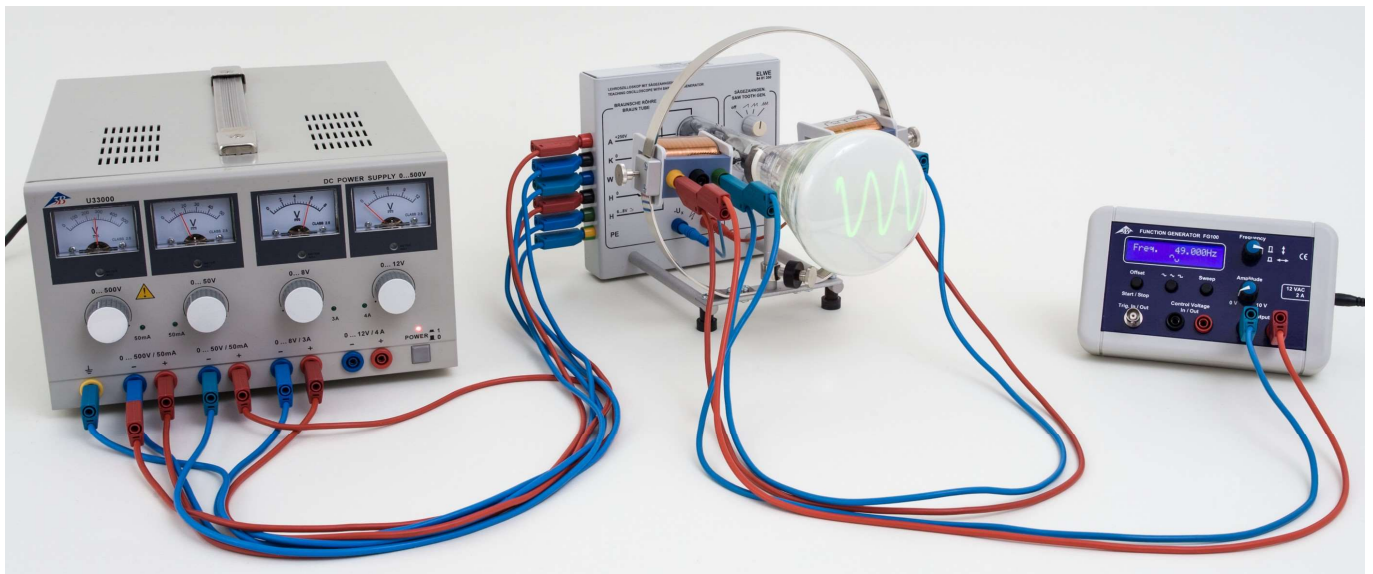

Fig. 1: Ordem da medição.
- Una variazione della frequenza sul generatore di funzione richiede un adattamento della frequenza a dente di sega al tubo per ottenere una rappresentazione come da Fig. 1.